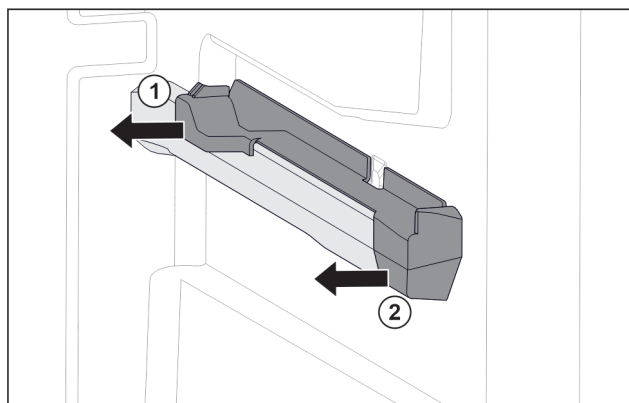

Fig. 93 Påsætningsdel på den højre beholderrist
- ▶ Træk den bageste del af påsætningsdelen af og til siden. Fig. 93 (1)
- ▶ Træk den forreste del af påsætningsdelen af og til siden. Fig. 93 (2)